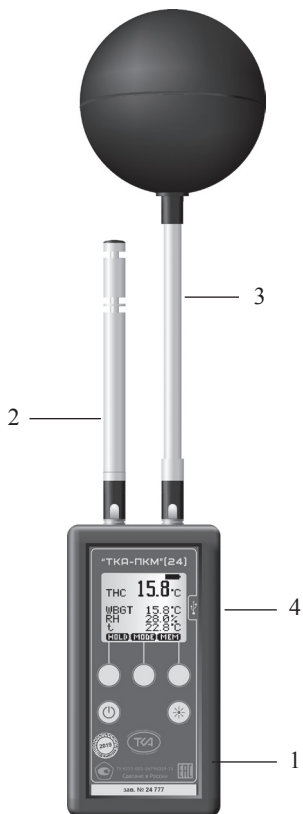

Рис.1 – Внешний вид прибора “TKA-ПКМ”(24)
5.1 Приборы комбинированные выпускаются в компактном портативном исполнении. Конструктивно прибор состоит из трех функциональных блоков: измерительной головки №1 (ИГ №1), измерительной головки №2 (ИГ №2) и блока обработки информации (БОИ) (Рис.1).
5.4 Конструкция прибора позволяет подключать измерительные головки к БОИ как напрямую, так и через кабель-удлинитель. Один из кабелей-удлинителей позволяет установить подключенную к нему ИГ №2 с черным шаром (3, Рис.1) на штатив. Зонды можно подключать в любом порядке к соответствующему разъему на верхней торцевой крышке включенного прибора.